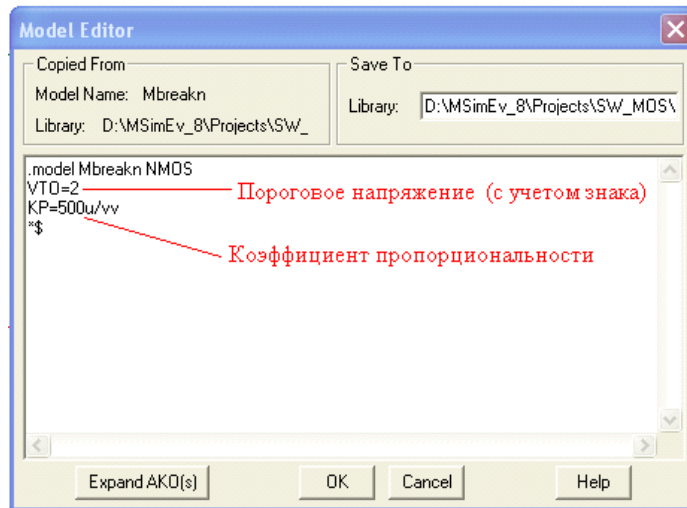

Рис. 4. Окно редактирования параметров полевого транзистора.
- Установить параметры полевого транзистора. Для этого щелкнуть транзистор один раз (он окрасится). Войти в интерфейсный диалог: *Edit - Model - Edit instance model (text)...* В окне параметров модели транзистора ввести пороговое напряжение V_o и коэффициент пропорциональности $K_p = 2b$ (рис. 4).